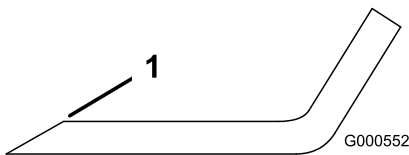

Figure 112
1. Au moyen d'une lime, aiguissez les tranchants aux deux extrémités de la lame (Figure 112).
Remarque: Si la lame est déséquilibrée, limez un peu l'extrémité de l'ailette seulement (Figure 112).